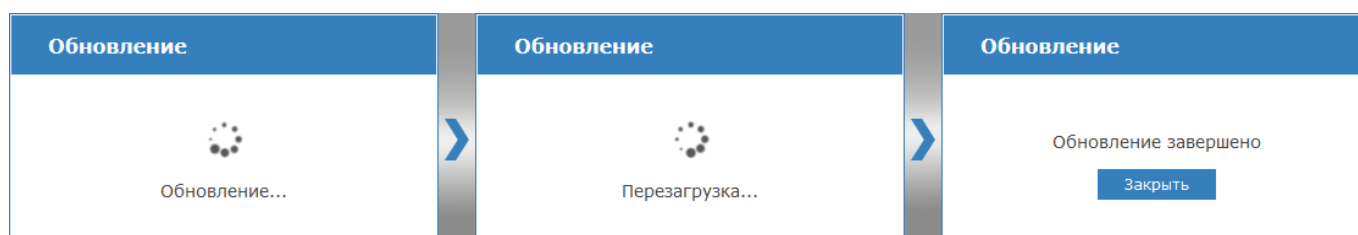

Рисунок 9.16 — Три шага обновления программных средств
3. Будет выполнена процедура обновления с последующей перезагрузкой. По завершении нажмите на кнопку **Заккрыть** (рисунок 9.16).